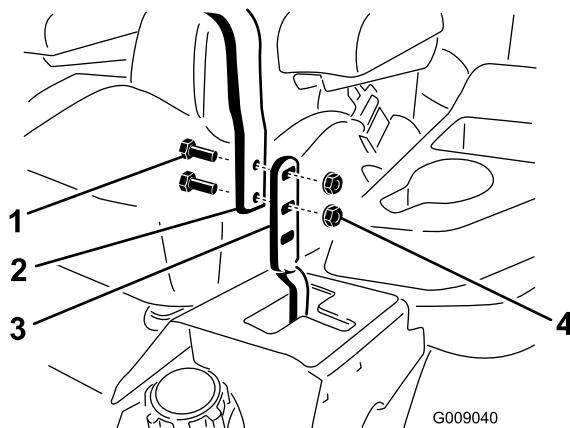

Figura 74
3. Afloje los pernos y las tuercas con arandela prensada de las palancas (Figura 74).